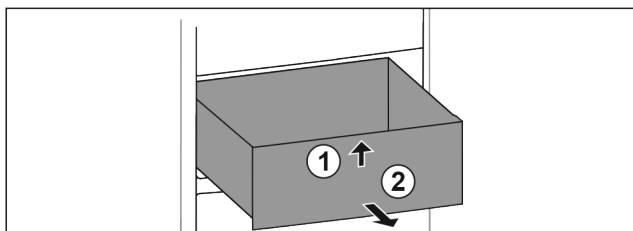

Fig. 70
- Løft skuffen fremefter. Fig. 70 (1)
- Tag skuffen ud fremefter. Fig. 70 (2)